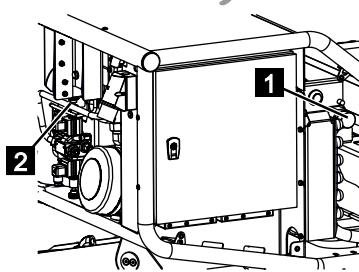

Abb. 209
2. Nach dem Servicebetrieb das Ventil [LS] (Abb.209/2) komplett heraus drehen, das Ventil [Stütze Kette] (Abb.209/1) gegen den Uhrzeigersinn entriegeln und die Abdeckhauben wieder anschrauben.